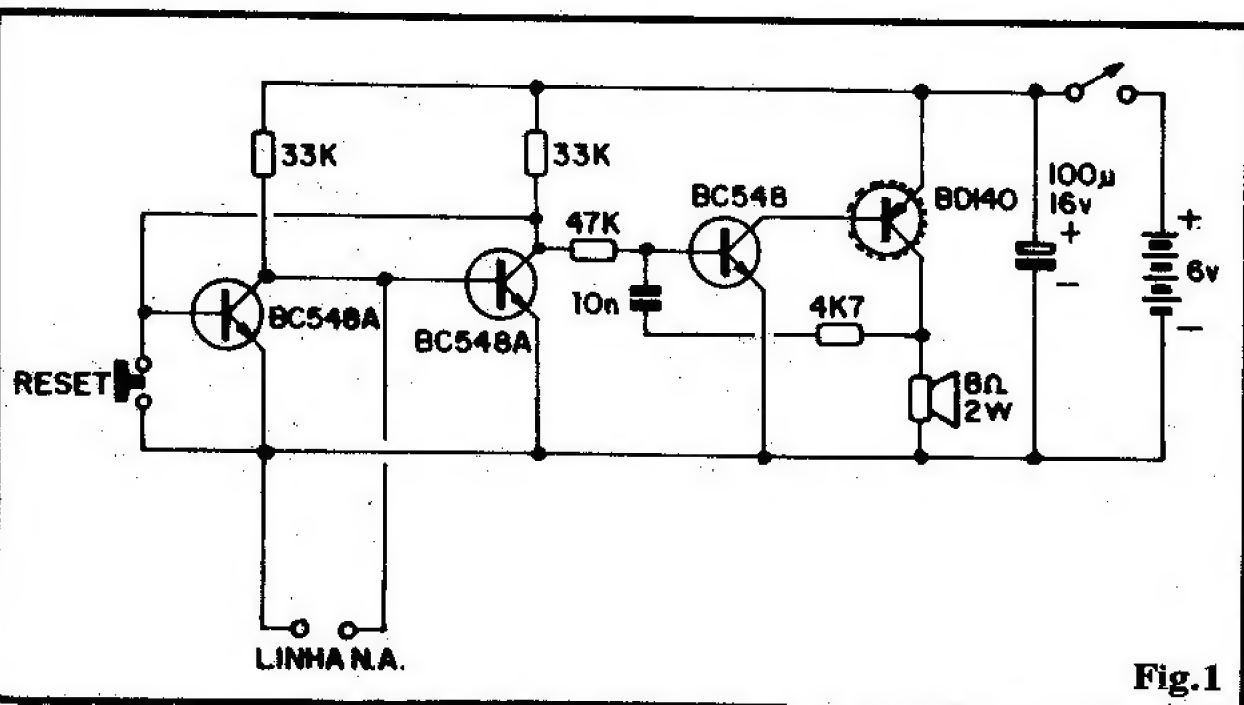

Fig.1
de idéias simples e funcionais para adaptações diversas em suas necessidades de trabalho, no dia-a-dia! Agrada-nos saber que Você já se “aproveitou”, com sucesso, de várias idéias básicas surgidas nos circuitos aqui mostrados! Estamos aqui “pra isso” (também...). Quanto à adaptação que Você pretende fazer no ANARO, nada mais simples (uma vez que Você já se assegurou que um sistema imã/REED é aplicável...)! Observe a fig. B, onde mostramos as elementares modificações que deverão ser promovidas no módulo sensor (entrada) do circuito original: os componentes marcados com asteriscos são os acréscimos... Em compensação, no projeto original, Você poderá (veja esquema na fig. 1 - pág. 12 - APE nº 34) desprezar os seguintes itens:
- FIG. 1 - O CIRCUITO - O esquema do ALMENA está na figura, em toda a sua simplicidade... Basicamente podemos dividir o circuito, numa análise técnica elementar, em dois blocos: o gerador de som/excitador do alto-falante e o circuito lógico de interpretação do sensoreamento e "memória"... O bloco gerador de som é dos mais simples, formado por um oscilador de boa Potência final, estruturado em torno do par de transistores complementares (BC548 e BD140). Tais transistores forma um simples multivibrador, capaz de excitar diretamente um alto-falante, e cuja Frequência de oscilação é determinada pela rede RC de realimentação (4K7-10n) e também pelo resistor de polarização de base do BC548 (47K). Observem que, sendo o BC548 um transistor bipolar NPN, enquanto o tal resistor de base não "levar" polarização positiva, nada acontece (o oscilador fica "quietinho"...). O alto-falante, situado como carga de coletor do transistor PNP de média Potência (BD140), emite, quando o oscilador estiver ativado, um forte timbre de áudio, cuja Potência e Frequência permitem a audição a muitos metros de distância, mesmo em ambiente naturalmente ruidoso! Como o transistor de saída (BD140) trabalha na base do "tudo ou nada", estando o oscilador "desabilitado", o dreno de Corrente situa-se em torno de... nada! Mesmo com o oscilador funcionando, os pulsos oferecidos pelo BD140 ao alto-falante são relativamente curtos (em comparação com o semi-ciclo "inativo") com o que se obtém boa Potência acústica sob moderada Potência elétrica, situação ideal para um circuito alimentado por pilhas... Vejamos, agora, o bloco